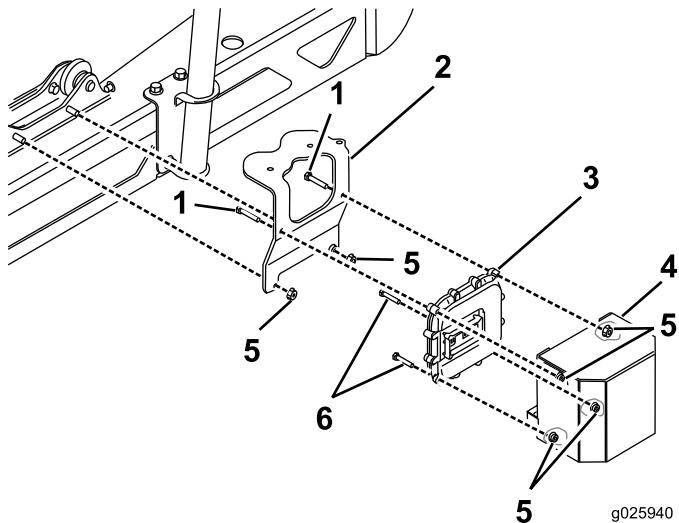

図 16
2. 1750 の場合は期待に電子コントローラ、ブラケット、およびカバーを取り付ける図 16。